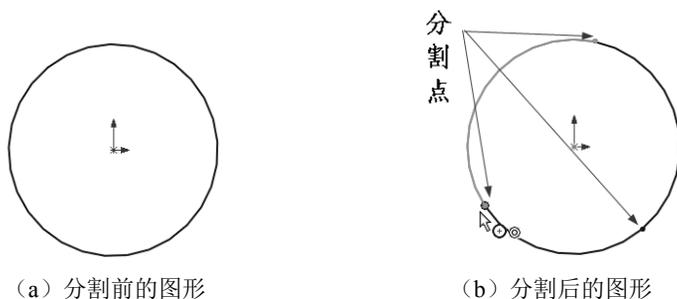

图 2-58 分割实体的过程
下面以图 2-58 所示为例说明分割实体的过程，图 2-58 (a) 为分割前的图形，图 2-58 (b) 为分割后的图形，其操作步骤如下。
(1) 打开随书电子资料中的源文件“分割实体”，在草图编辑状态下，选择菜单栏中的“工具”→“草图工具”→“分割实体”命令，进入分割实体状态。
(2) 单击如图 2-58 (a) 所示的圆弧的合适位置，添加一个分割点。
(3) 按 Esc 键，退出分割实体状态，分割后的图形如图 2-58 (b) 所示。